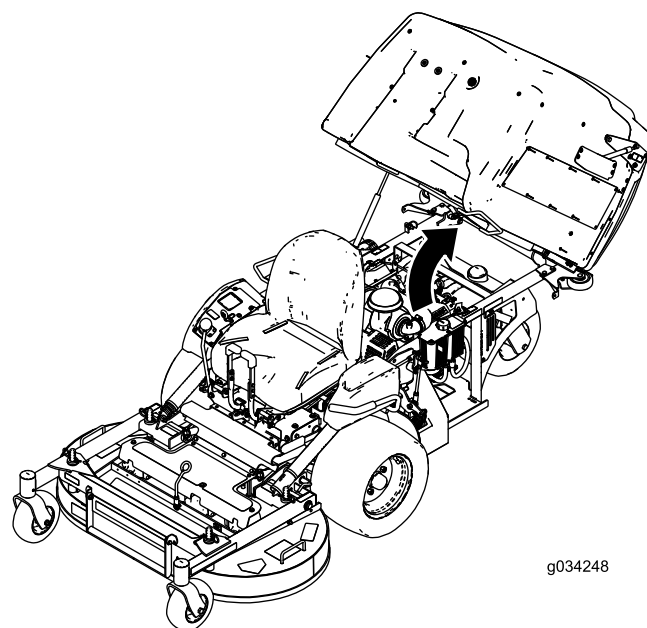

Figura 28
2. Eleve la tolva (Figura 28).